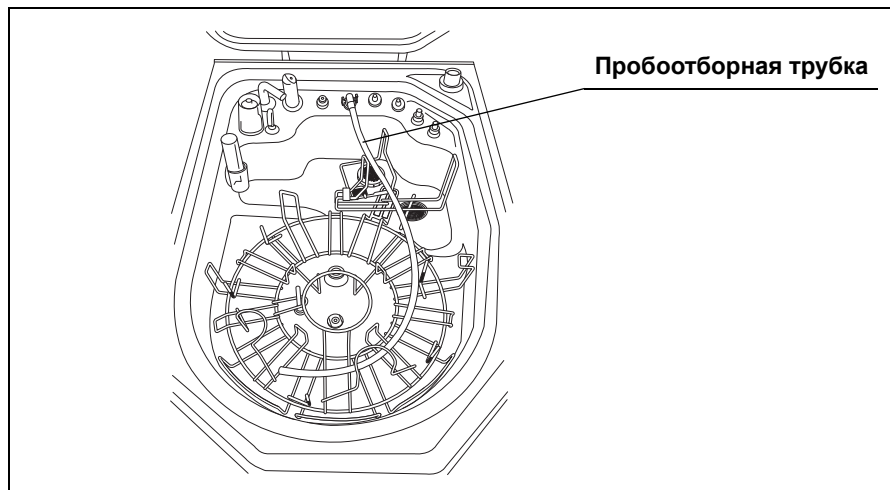

Рис. 7.36
1. Подсоедините разъем пробоотборной трубки к разъему того же цвета на тыльной стороне резервуара для обработки, надавив на него до щелчка (см. Рис. 7.36).
16. Поместите пробоотборную трубку на рамку для хранения (см. Рис. 7.36).